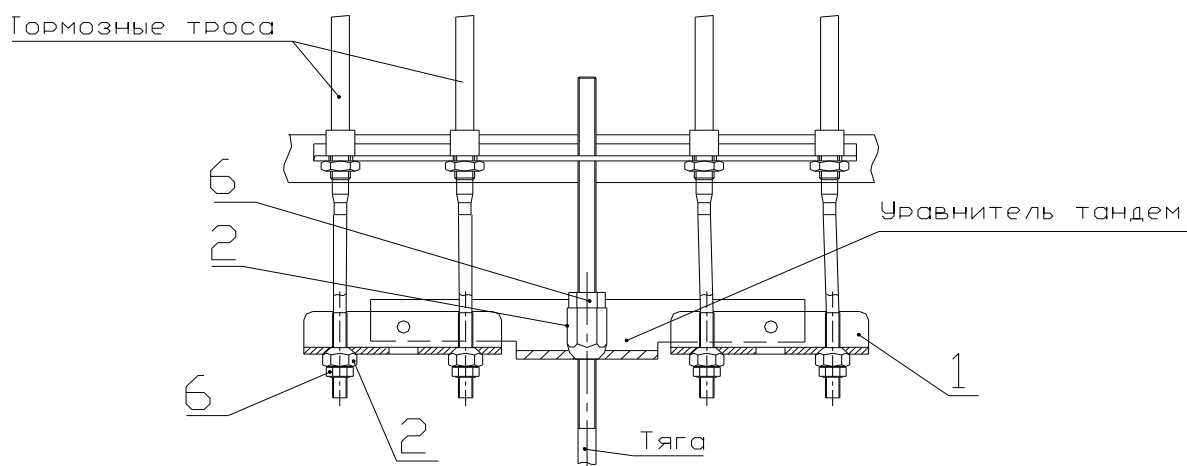

Рис. 11. Регулировка тормозного привода
- заворачивать фасонную гайку 2 (рисунок 11) до выбора свободного хода тормозного троса, следить за работой вращения колеса, на котором производится регулировка привода, затем законтрить фасонную гайку 2 контргайкой 6. Данную операцию повторить для всех тросов;